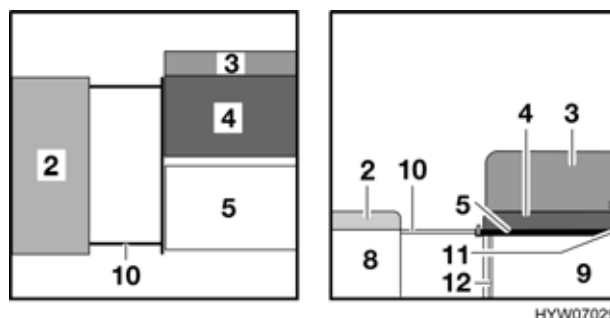

Fig. 83 Durante la trasformazione
- Ribaltare il puntello (Fig. 83,12) del lato inferiore del tavolo.
- Introdurre il piano tavolo nella guida inferiore (Fig. 83,11) con un angolo di 45° e abbassarlo davanti al cassone letto della dinette centrale (Fig. 83,9).
- Estrarre la prolunga del cassone letto (Fig. 83,10) del divano fino all'arresto.